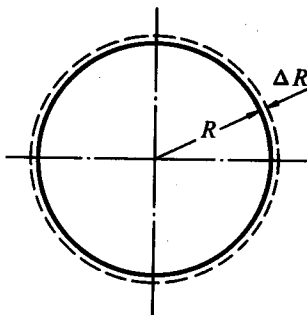

图 1-6
1.6 图 1-6 所示的圆形薄板半径为 R , 变形后 R 的增量为 ΔR 。若 $R = 80 \text{ mm}, \Delta R = 3 \times 10^{-3} \text{ mm}$, 试求沿半径方向和外圆圆周方向的平均应变。